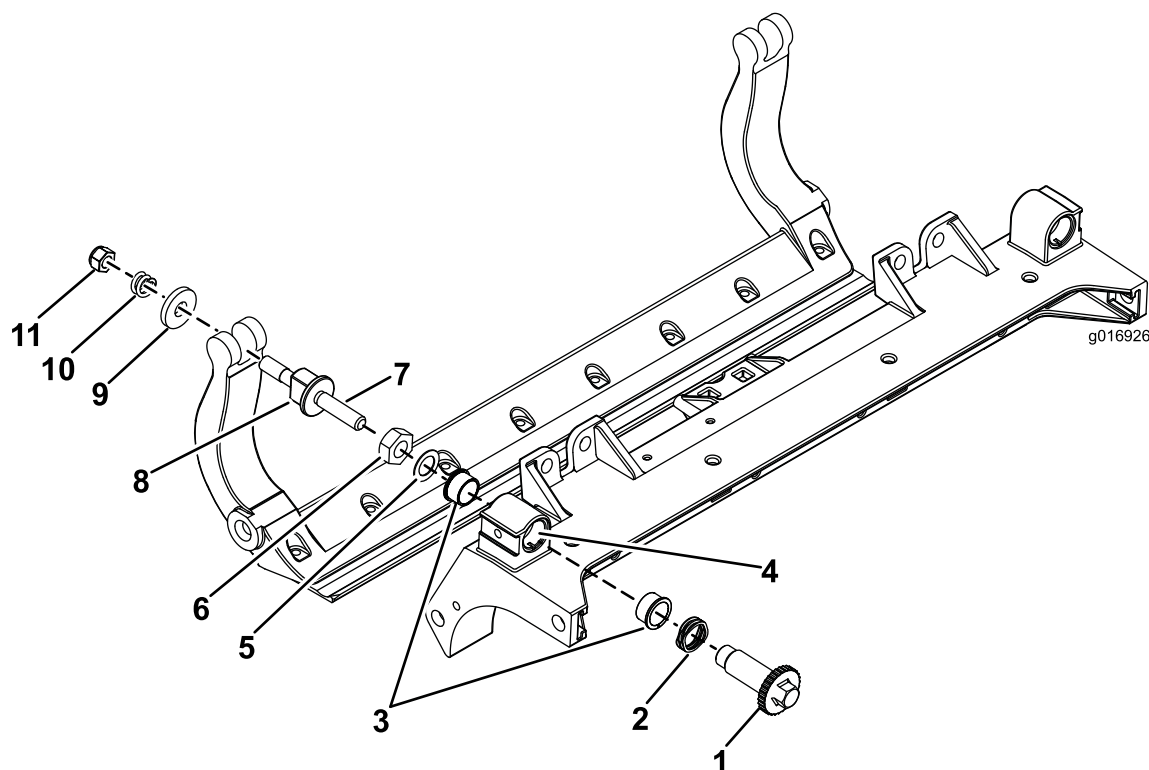

図 34
1. 全部のパーツを取り外すHD DPA キットモデル 120-7230の 取り付け要領書および 図 34を参照。
2. カuttingユニットのキャリアフレームのブッシュ挿入穴に固着防止コンパウンドを塗布する 図 34。
3. フランジブッシュのキーとフレームのキー溝を揃えて、ブッシュを挿入する 図 34。
4. アジャスタシャフトにウェーブワッシャを通し、アジャスタシャフトをCuttingユニットのフレームのフランジブッシュに通す 図 34。
5. 平ワッシャとロックナットでアジャスタシャフトを固定する 図 34。ホイールナットを 20-27 N・m 15-20 ft-lb=0.17-0.23 kg・mにトルク締めする。
注 サイドプレートのボスの両側にナイロンワッシャを入れる。その外側からスチール製ワッシャを取り付ける 図 34。